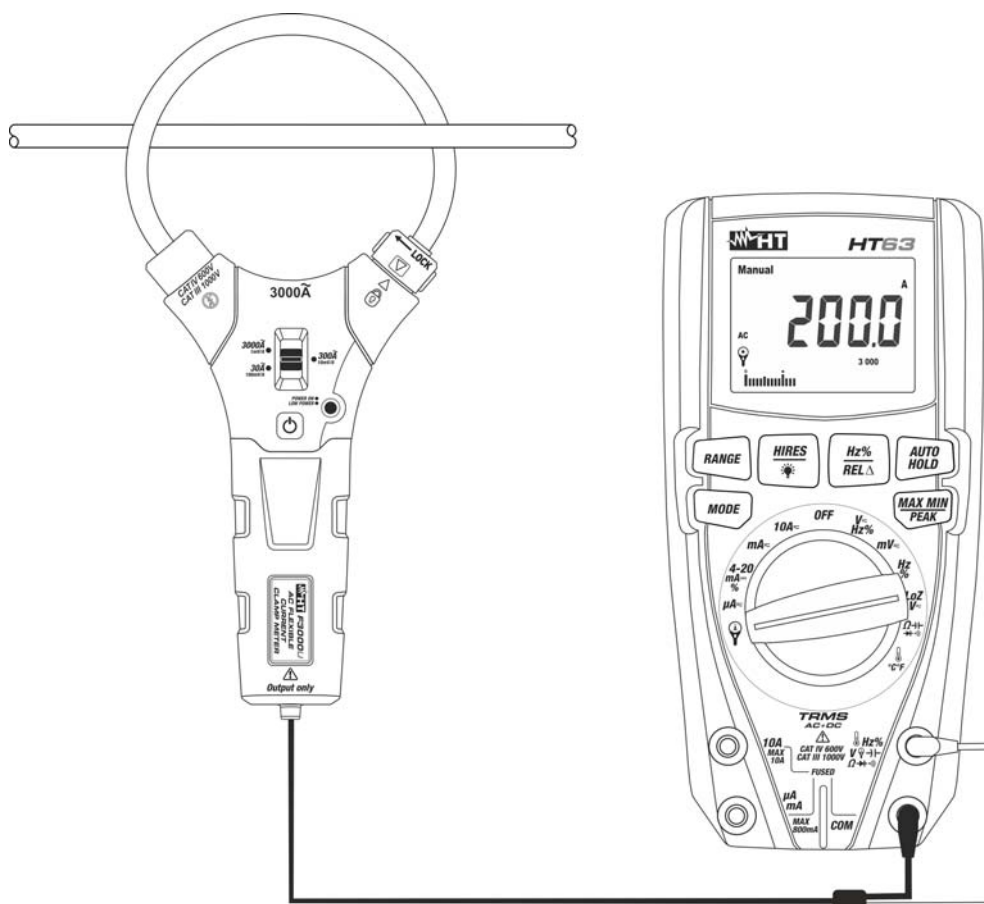

Fig. 3: Uso dello strumento per misura di corrente AC in abbinamento a modello HT63
- Aprire il toroide ed inserire il cavo di fase al centro del medesimo (vedere Fig. 3). Il valore della corrente **espresso in A** è mostrato a display del multimetro